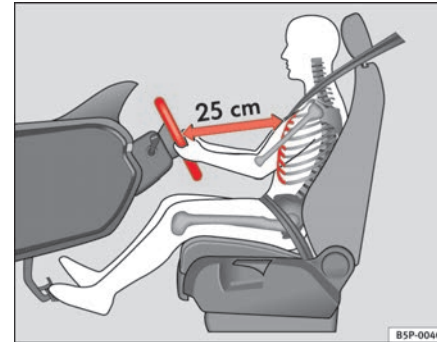

Abb. 133 Die richtige Sitzposition des Fahrers
- Stellen Sie das Lenkrad so ein, bis die gewünschte Einstellung erreicht ist ⇒ Abb. 133.
- Stellen Sie den Fahrersitz oder das Lenkrad so ein, dass der Abstand zwischen Lenkrad und Brustbein mindestens 25 cm beträgt → Seite 164, Abb. 133. Wenn Sie den Mindestabstand nicht einhalten, kann Sie das Airbag-System nicht schützen – Lebensgefahr!